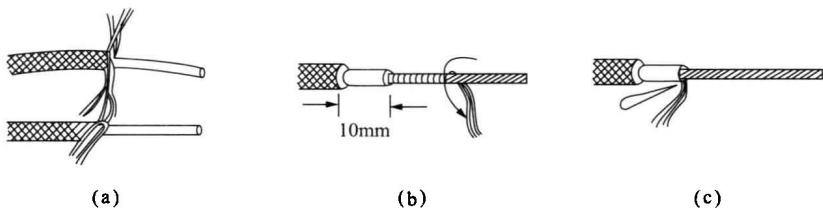

图 1.4 花线绝缘层的剖削
(1) 花线最外层棉纱织物保护层的剖削方法和里面橡胶绝缘层的剖削方法类似皮线线端的剖削。由于花线最外层的棉纱织物较软,可用电工刀将四周切割一圈后用力将棉纱织物拉去,如图 1.4(a)所示。
(2) 在距棉纱织物保护层末端 10mm 处,用钢丝钳刀口切割橡胶绝
(3) 用手将包裹芯线的棉纱松散开,如图 1.4(b)所示。
(4) 用电工刀割断棉纱,即露出芯线,如图 1.4(c)所示。